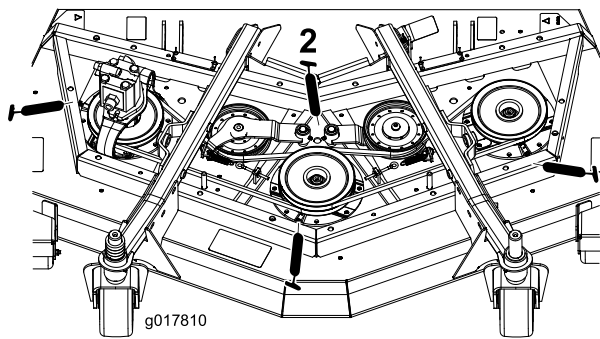

Figura 40
- Cojinetes del eje (3) (situados debajo de la polea) (Figura 40).
- Casquillos del pivote del brazo tensor (2) (Figura 40)